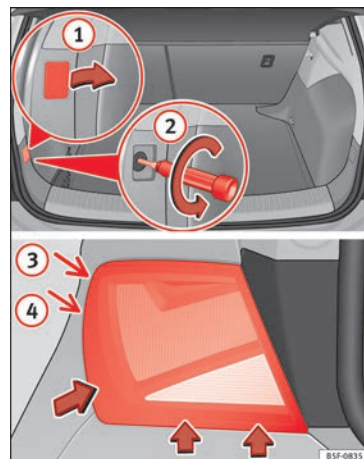

Abb. 111 Gepäckraum: Lage der Befestigungsschraube der Heckleuchte Ausbau der Heckleuchte im Seitenteil
- Hebeln Sie die Abdeckung an der Aussparung mit dem flachen Teil des Schraubendrehers ab und entfernen Sie die Abdeckung » **Abb. 111 ①**.
- Lösen Sie mit einem Schraubendreher die dahinterliegende Schraube im Gegenuhrzeigersinn (Pfeil) » **Abb. 111 ②**, und nehmen Sie diese vorsichtig heraus.
- Bewegen Sie die Leuchte in Richtung der Pfeile hin und her, bis sie sich aus der Aufnahme löst (Positionen ③ und ④) » **Abb. 111**.